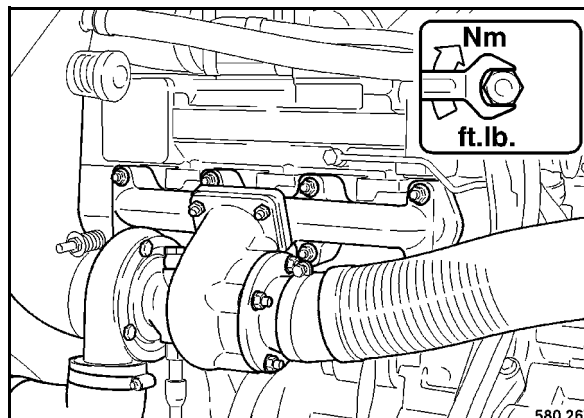

Fig. 133
- Reapretar las fijaciones del tubo de aspiración y de escape (Fig. 133) en las culatas.